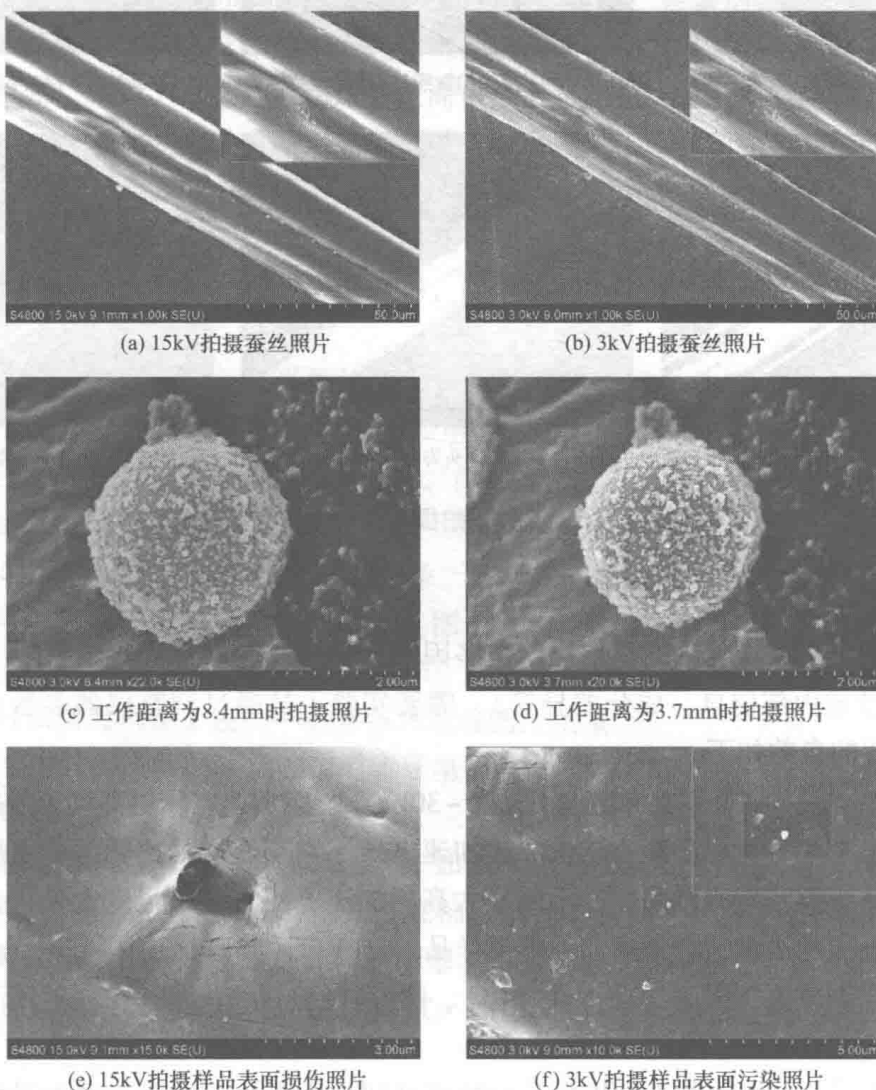
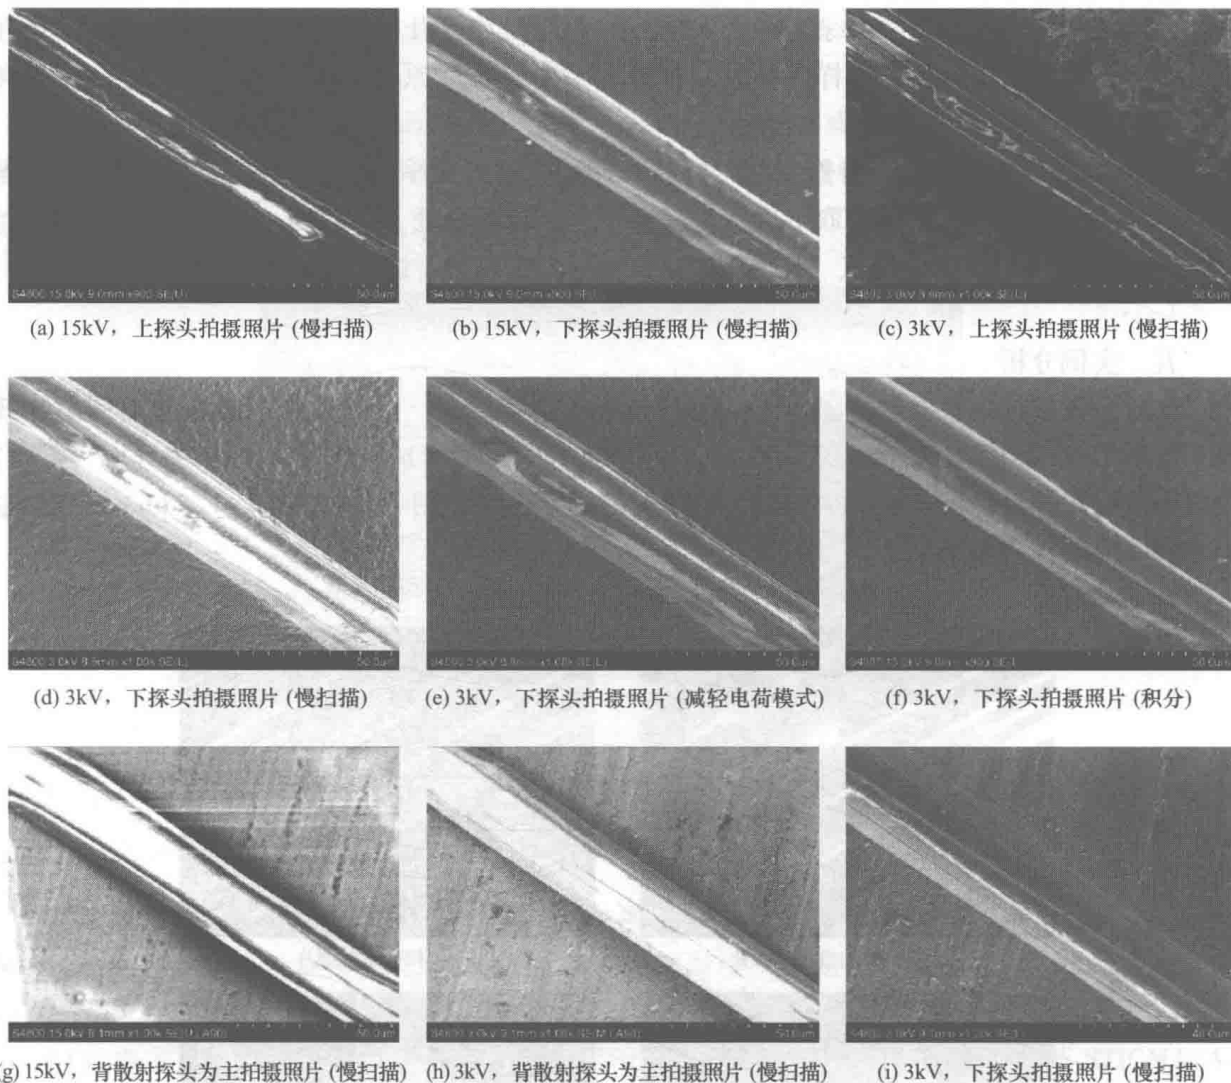

图 1-1-8 不同参数条件下拍摄各种照片（喷金）
图 1-1-9 不同参数下拍摄照片 (蚕丝, 不喷金)
此处主要选择单根蚕丝（茧丝）、树脂微球为拍摄对象，系统讨论不同参数下的图片效果，如图 1-1-8、图 1-1-9 所示。其中图 1-1-8 中 (a)、(b) 与图 1-1-9 中 (a) ~ (f) 为同一根蚕丝样品；图 1-1-8 中 (c)、(d) 为树脂微球；图 1-1-9 中 (g)、(h)、(i) 也为蚕丝，但制样方法不同。
**1. 加速电压  $V_{acc}$**  SEM 常用加速电压在 0~30kV。一般加速电压越高则分辨率越高、信号强度越高、荷电越大、对样品损伤越大。高加速电压通常穿透样品比较深, 电压低则穿透样品较浅。对于纺织类非导电样品, 并不需要太高的加速电压, 某种程度上来讲, 在保证分辨率的情况下, 电压越小越适合观察非导电类样品。15kV 下和 3kV 下拍摄基本无异, 不过 3kV 拍摄的照片表面细节更加明显 [图 1-1-8(a)、图 1-1-8(b)], 而且在高电压下拍高倍也很容易损伤样品 [图 1-1-8(e)]。
**2. 工作距离  $WD$**  工作距离是指样品与物镜之间的距离。工作距离越大景深越大, 视野越好, 表面信息越少。工作距离越小景深越小, 但表面信息越丰富。如图 1-1-8(c) 和